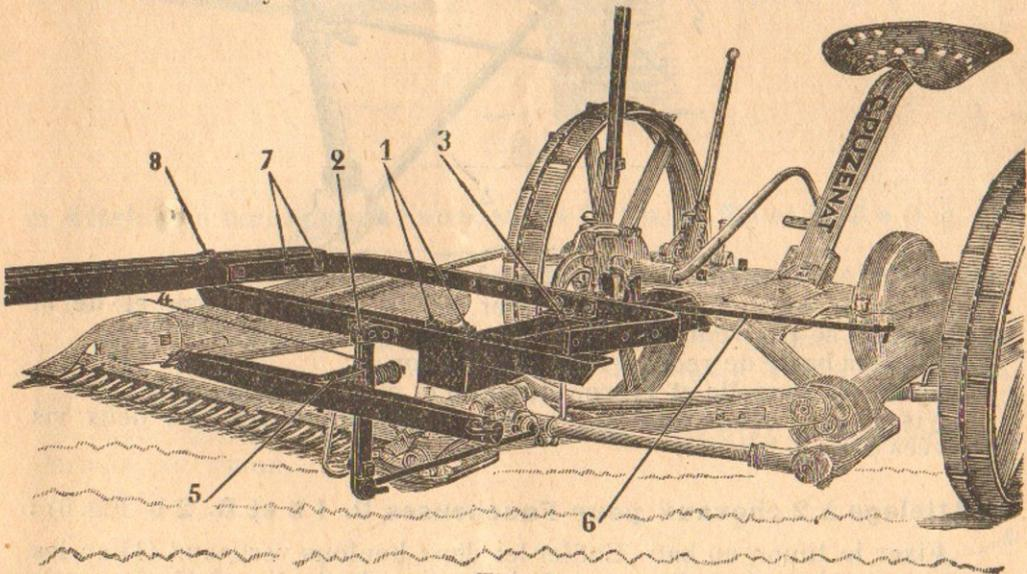

Fig. 4
**b) Attelage à 1 cheval pour Faucheuse D. 2 b (Fig. 4) :**